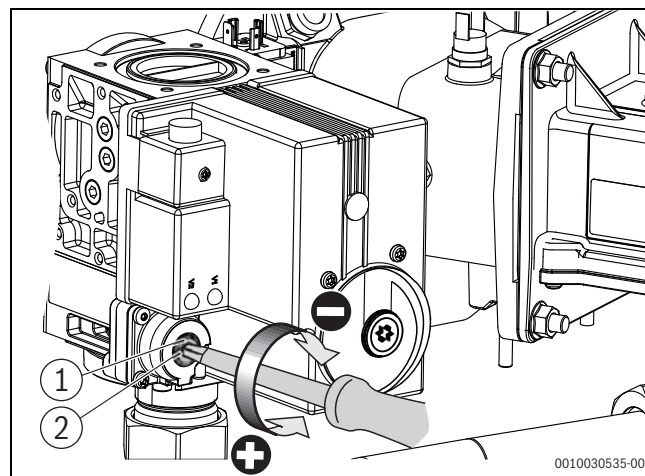

Fig. 14 Indstil O_2 -indholdet ved dellast (kedelstørrelse 150 – 300 kW)
- ▶ Drej lukkeskruen på gasarmaturet ud (→fig. 14).
- ▶ Indstil O_2 -værdien på indstillingsskruen for fuldlast til 5,4 % (→fig. 14).